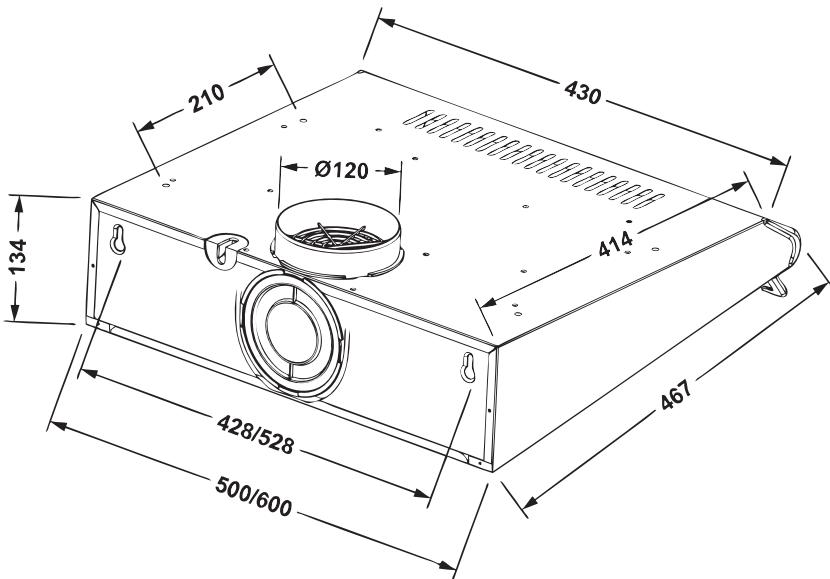

Рис. 3
**«Line I» Ø 3мм. (рис.3).**
- для витяжки «Line I» - 2 або 4 шурупами ПКГ 4 x 12 з шайбами 4, які вкручуються зсередини витяжки в отвори, розташовані на верхній площині корпуса (**рис.3**).
**В режимі рециркуляції (рис.3)** витяжка не підключається до вентиляційної шахти кухні та повітря проходить через встановлені у витяжці алюмінієві жирові фільтри і вугільні запаховловлюючі фільтри (які купуються окремо) і повертається назад в кухню через вентиляційні пази **C**.